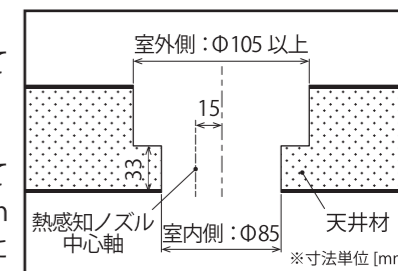

図4
① 天井に下穴を開ける（図4）
- ❗ 熱感知ノズルが防護面積の中心になるように設置してください。（図4）熱感知ノズルの中心位置は、下穴の中心に対して約15mm前方にずれます。熱感知ノズルが防護したい場所の中心になるように、防護面積（3㎡）の中心に対し、約15mm後方にずれた位置に穴を開けてください。